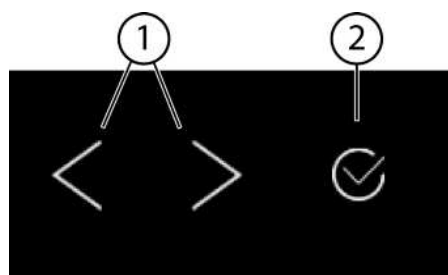
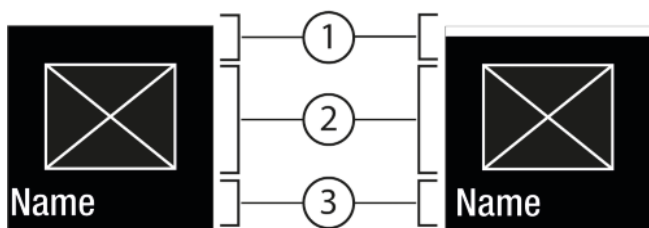
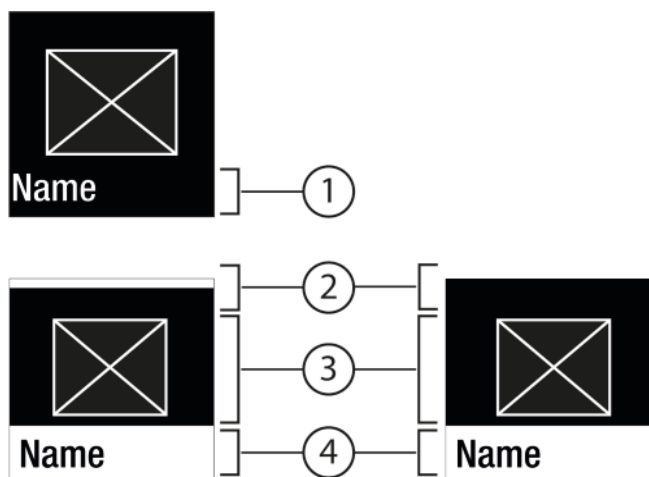

Fig. 5
Fig. 6
Fig. 7
- (1) Навигационная стрелка влево / вправо (2) Подтвердить
#### Навигационная стрелка влево / вправо Fig. 5 (1):
#### Подтвердить Fig. 5 (2):
- Навигация при помощи навигационной стрелки влево / вправо Fig. 5 (1).
- С помощью Подтвердить Fig. 5 (2) активировать Fig. 6 (1) / деактивировать Fig. 6 (1) функцию / настройку.
- С помощью Подтвердить Fig. 5 (2) вызвать Подменю Fig. 7 (4).
- Установка нового значения: С помощью Подтвердить Fig. 5 (2) выбрать деактивированное значение Fig. 6 (1).
- Назад в меню: С помощью Подтвердить Fig. 5 (2) выбрать уже активированное значение Fig. 6 (2).
- ▶ Навигационные стрелки Fig. 5 (1) нажимайте до тех пор, пока не появится индикация функции .
- ▶ Нажмите на Подтвердить Fig. 5 (2).
- ▶ Нажимайте навигационные стрелки *Fig. 5 (1)* нажимайте до тех пор, пока не появится индикация функции.
- ▶ Нажмите на Подтвердить *Fig. 5 (2)*.
- ▶ С помощью навигационных стрелок *Fig. 5 (1)* выберите значение настройки.
- ▷ Состояние: активировано *Fig. 6 (1)* появляется ненадолго в Подменю *Fig. 7 (4)*.
- ▶ Нажимайте навигационные стрелки *Fig. 5 (1)* до тех пор, пока не появится индикация настроек .
- ▶ Нажимайте навигационные стрелки *Fig. 5 (1)* до тех пор, пока не появится индикация требуемой настройки.